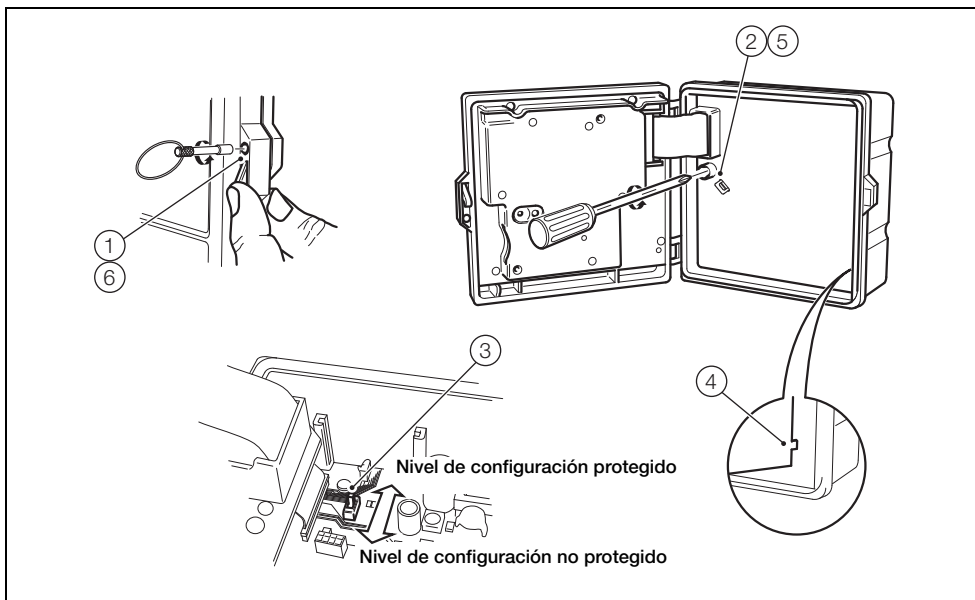

Fig. 6.3 Ajuste del interruptor de seguridad
El acceso al nivel de configuración sólo será posible ajustando el interruptor interno en la posición "Nivel de configuración no protegida" (consulte la Fig. 6.3 de la página 28).
1. Ajuste el interruptor de seguridad interno en la posición "Nivel de configuración no protegida" (consulte Fig. 6.3).
Consulte la Fig. 6.3 y ajuste el interruptor de seguridad interno del siguiente modo: